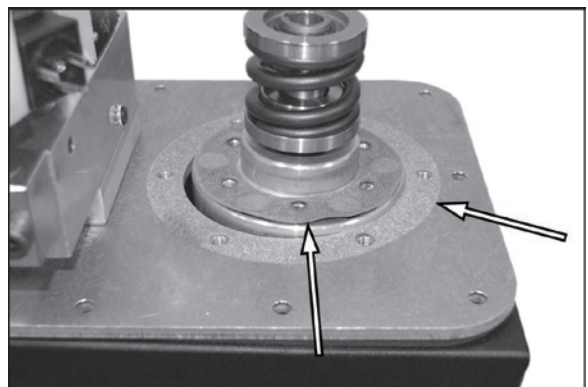

Figura 74.
5. Vedere la Figura 74. Rimuovere la guarnizione e pulirne le superfici.